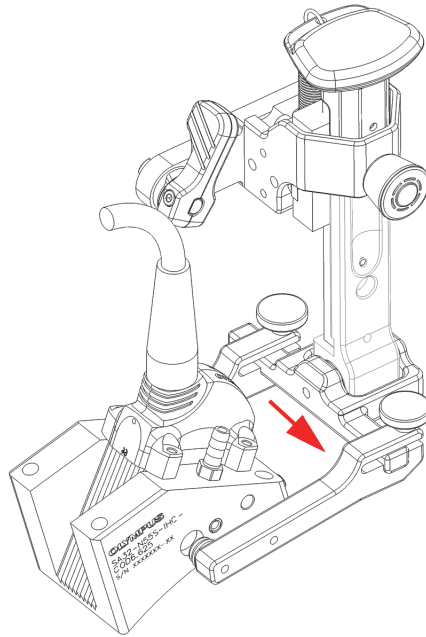

Рис. 2-18 Сдвиг рычага вилки
1. Ослабьте крепежный винт вилки, а затем отодвиньте один из рычагов вилки наружу до края стержня (Рис. 2-18 на стр. 49).